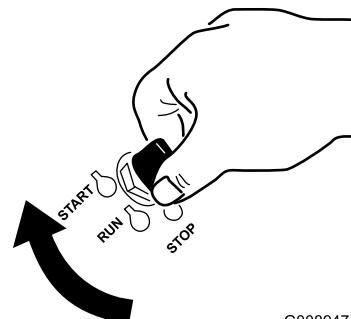

Figura 12
1. Gire la llave de contacto a la posición de Arranque (Figura 12). Cuando el motor arranque, suelte la llave.
7. Gire la llave de contacto a la posición de Arranque (Figura 12). Cuando el motor arranca, suelte la llave.